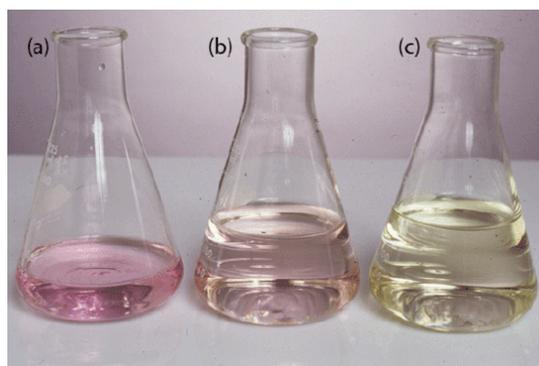

Figura 1. Soluciones de naranja de metilo a (a) después del punto final, (b) en el punto final, (c) antes del punto final.
6. Valorar hasta el viraje del indicador (amarillo  $\rightarrow$  salmón, ver figura 1). Anotar el gasto de bureta (realizar la corrección del mismo con el tramo correspondiente).